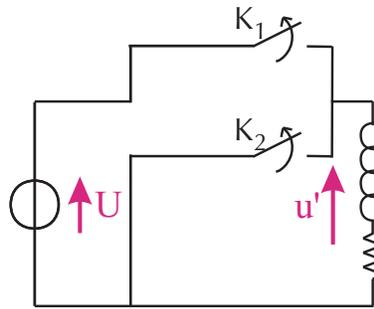

Figure 12.
- relier l'autre borne du récepteur aux bornes + et - du générateur via deux interrupteurs à semiconducteurs (figure 12).